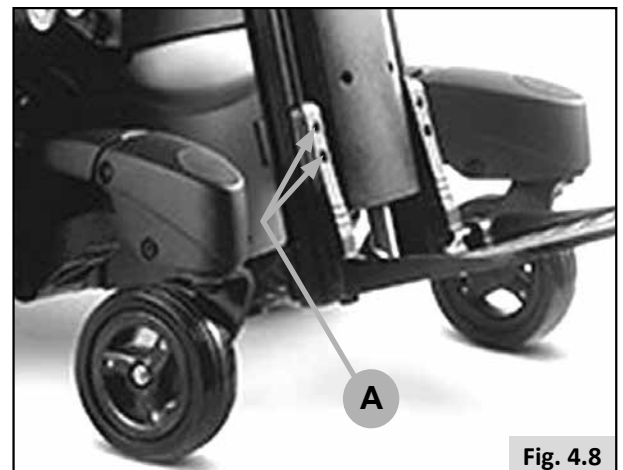

Fig. 4.8
- Lösen Sie die 2 Schrauben mit einem 5,0 mm Inbusschlüssel (A-Fig. 4.8).